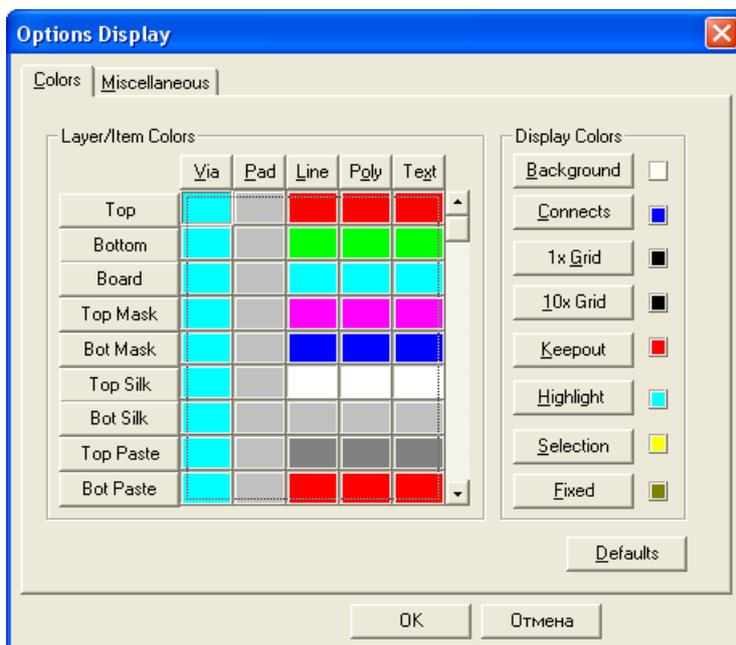

Рис.9.4. Установка цвета слоев печатной платы.
- **Options/Display** – просмотрите параметры монитора. В диалоговом окне можно настроить цвета объектов для различных (требуемых для проекта) слоев печатной платы (Рис.9.4).